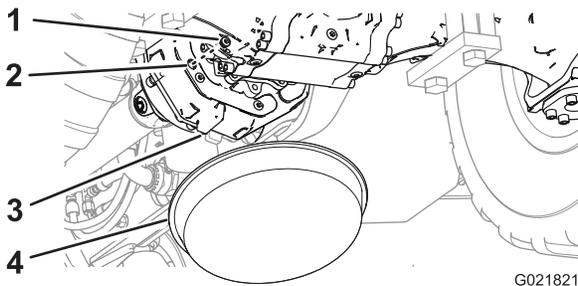

Figura 72
1. Coloque un recipiente de vaciado debajo de la parte trasera del alojamiento de la transmisión (Figura 72).
2. Retire el tapón de la mirilla de la transmisión (Figura 72).
3. Mire a través de la mirilla, y compruebe que el nivel de aceite de la transmisión llega a la parte inferior de la rosca del orificio (Figura 72).
6. Instale el tapón en la mirilla del alojamiento de la transmisión (Figura 72).